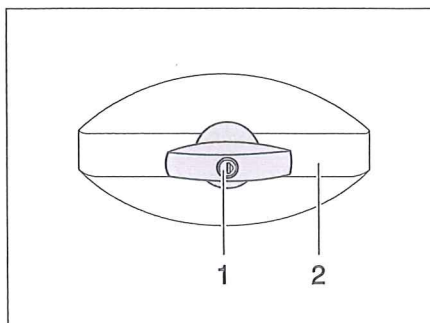

Bild 27 Lucklås, ellipsformat, låst
- Stick in nyckeln i låscylindern (Bild 27,1) och vrid ett kvarts varv moturs. Låshandtaget (Bild 27,2) hakar loss.